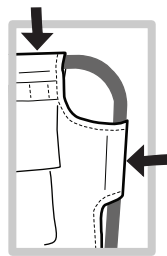

Figure 5
- b. Le manchon sera placé sur le jambage droit (figure 5).